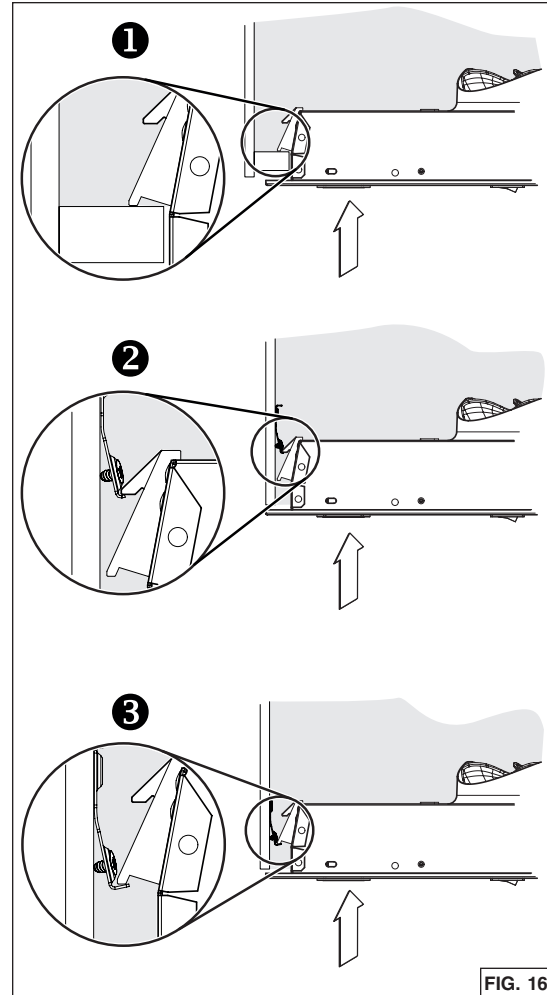

FIG. 16
2. Insertar el aparato en el gabinete hasta que sentir un click a ambos lados del aparato, confirmando que los ganchos Ease of Install están apoyando en la parte superior de los lados de la base del gabinete ❶, o en los soportes de gabinete ❷ o ❸ (FIG. 16). Mover el aparato de izquierda a derecha, de delante hacia atrás y levantarlo para comprobar que los ganchos Ease of Install retienen el aparato en el gabinete.